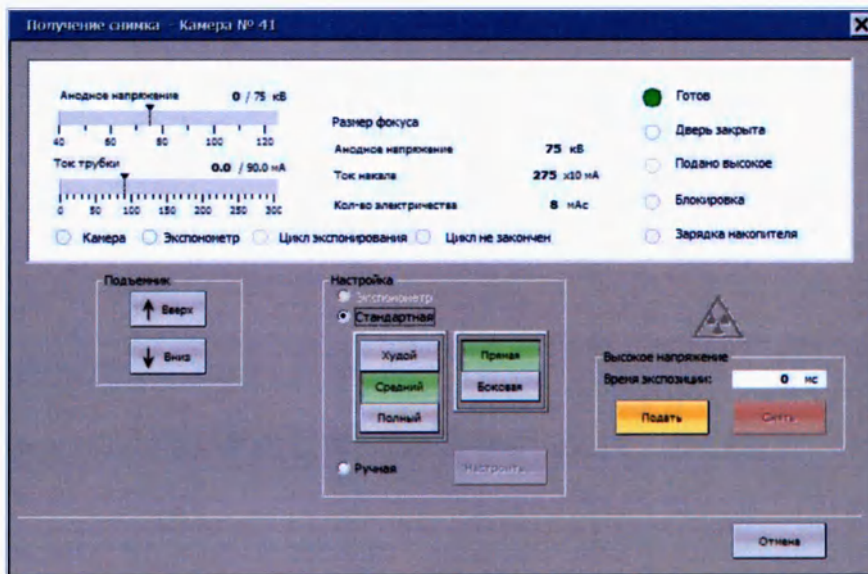

Рисунок 13 - Диалоговое окно «Получение снимка»
6.7.2 Появится диалог пульта управления получением снимка (рис. 13)